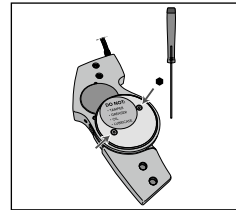

Abb. 4
2. Verwenden Sie den mitgelieferten Innensechskantschlüssel, um die beiden Schrauben der inneren Gelenkabdeckung zu entfernen (**siehe Abb. 4**).